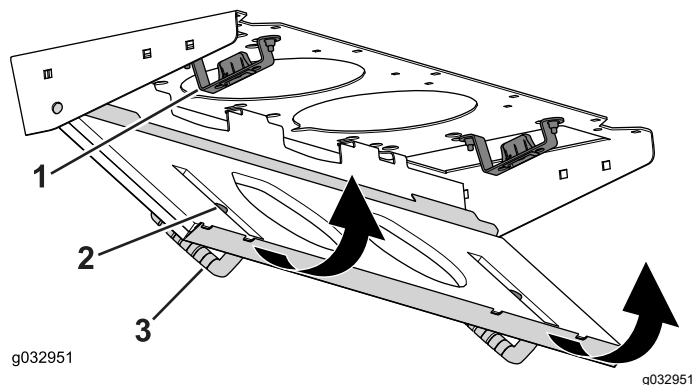

Figura 95
4. Gire la rejilla del filtro sobre las pestañas hasta que el cierre se enganche en el soporte (Figura 95).